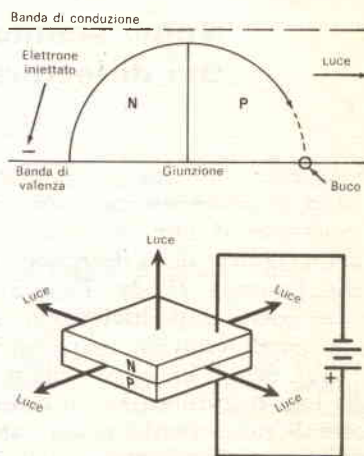
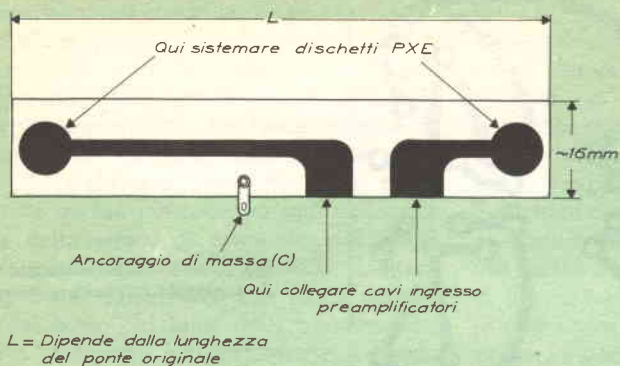

Fig. 2 - La luce viene emessa quando un elettrone attraversa la giunzione n-p e ricade da uno stato eccitato ad uno stato non eccitato.
Fig. 3 - Configurazione del rame sul quale appoggia una faccia dei due dischetti PXE.
Generazione della luce Nel LED, l'emissione della luce viene denominata "luminescenza di giunzione p-n". Come si vede nella *fig. 2*, la luce viene emessa presso la
Fig. 3 - Il grave problema interfacciale. Il diodo emisferico emette più luce, ma parte di questa viene perduta nella spessa regione n. Alcuni emettitori piani vengono dotati di un riflettore di resina trasparente, per ottenere una maggiore uscita luminosa.
Un'ingegnosa soluzione a questo problema è stata suggerita dai primi ricercatori ed usata commercialmente per la prima volta dalla Texas Instruments. Consiste nel formare la regione emittente del diodo dentro un emisfero. Poiché la luce viene solo fratta ma non riflessa indietro nel diodo, viene emessa tutta la luce che arriva alla superficie (ved. fig. 3). Sfortunatamente, la forma emisferica ha i suoi inconvenienti: il percorso più lungo che la luce deve compiere prima di essere emessa causa un assorbimento interno maggiore che negli emettitori piani. Inoltre, la retifica dei
Fig. 2 - Schema di montaggio dei due dischetti di PXE. Il ponte originario della chitarra va sostituito con quello indicato nella figura, realizzabile secondo le indicazioni fornite nel testo.
Per comprendere come essi debbono essere montati, si prenda in esame la fig. 2, nella quale A è il piano superiore della cassa armonica della chitarra e B il particolare ponticello che bisogna autocostruirsi.
Per prima cosa è necessario togliere il ponticello originario e sostituirlo con uno di metallo, nel quale si dovranno effettuare, con una lima a triangolo, gli incavi nelle stesse posizioni di quelli originari. Nella soluzione che proponiamo (ved. fig. 2), e che ci sembra la più semplice, è stato usato un pezzo di barra filettata da 5 mm lunga quanto il ponte originario. Questo sistema presenta l'evidente vantaggio che gli incavi per le corde sono già fatti, in quanto possono essere usati quelli dei filetti; inoltre, i
Nella fig. 2 si vede come vanno sistemati i due dischetti di PXE all'estremità del ponte
metallico, in corrispondenza dei due dadi. Un elettrodo sarà costituito da una faccia dei due dadi esagonali, l'altro dal rame riportato su una piastrina (fatta di materiale uguale a quello dei normali circuiti stampati) che verrà appoggiata, con interposizione di un opportuno spessore, sulla cassa di risonanza della chitarra. Nella *fig. 3*, in cui è illustrata questa piastrina, si può vedere la forma dello strato di rame. In definitiva, quindi, ciascun dischetto di PXE risulterà "compresso" dall'alto da una faccia del dado e dal basso dal rame della piastrina del circuito stampato. Evidentemente, essendo il ponte di metallo, le due facce superiori dei dischetti risulteranno elettricamente collegate tra loro, e questo sarà il terminale comune di massa (C) dei due trasduttori (calza del cavetto schermato), mentre le due facce inferiori, essendo elettricamente separate, potranno fornire due segnali che verranno prelevati dalle due piste di rame del circuito stampato (anima del cavetto schermato). Uno spessore opportuno molto liscio con facce parallele, come un pezzo di plexiglass dello spessore di 6 mm, provvede a rendere l'altezza degli incavi della barra (filletti) identica a quella degli incavi del ponte originale (*fig. 2*). Uno strato di feltro o di panno posto sotto lo spessore di plexiglass servirà ad attenuare la riproduzione di rumori derivanti da piccoli urti alla cassa della chitarra ed inoltre contribuirà a mantenere ben saldo l'insieme del nuovo ponte (*fig. 2*). Il ponte, infatti, non viene fis-
sato sulla cassa della chitarra, ma viene tenuto al suo posto dalle corde in tensione. Si raccomanda infine che i dischetti di PXE siano ben centrati fra il rame del circuito stampato e le facce dei dadi da 5 mm. A questo punto siamo in grado di renderci conto della natura dall'effetto stereofonico di cui è capace la nostra chitarra elettronica. Evidentemente, ciascun trasduttore sarà maggiormente sollecitato dalla corda che gli è più vicina (*fig. 2*). Pertanto, il trasduttore di destra esalterà i suoni delle corde sottili (e cioè i toni alti), mentre quello di sinistra esalterà i suoni delle corde più grosse (e cioè i toni bassi). Stando ad una certa distanza, si avrà la sensazione che i toni più alti e quelli più bassi provengano da due "differenti" direzioni.